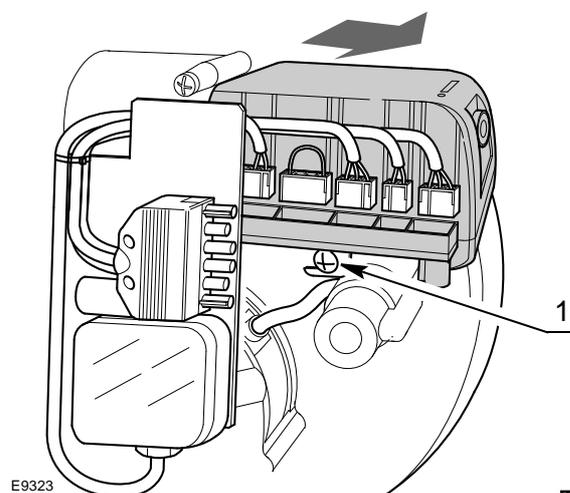

图 19
- 断开与之相连的所有连接插头，包括 6 针插头，高压电缆和接地线 (TB)；
- 拧松螺丝 1)(图 19)，按箭头方向拉出控制盒。
- 用紧固扭矩为 1 ÷ 1.2 Nm 的扳手拧紧螺丝 1)(图 19)；